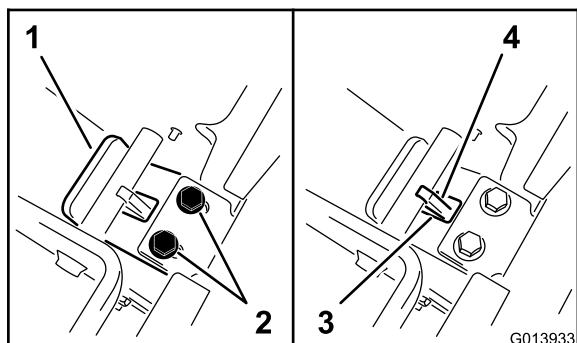

図 9
2. バックプレートへの圧力を保持したまま、トングを手前にスライドさせてトングプレートのリップをクロスバーに接触させる 図 9。